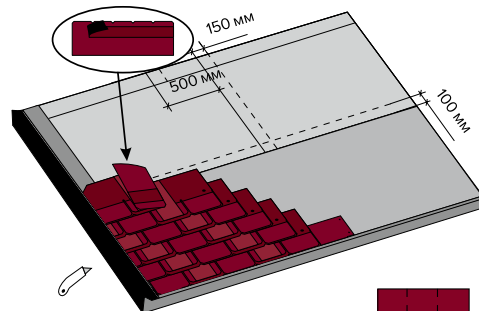

Рис. 15
**Примечание:** при укладке гибкой черепицы коллекций ДЖАЗ, КАНТРИ и РАНЧО величина горизонтального смещения гонтов последующего ряда относительно предыдущего может варьироваться в интервале от 15 до 85 см (рис. 15). При этом не должно прослеживаться определенного правила подбора рисунка. Рисунок готовой кровли должен быть абстрактным.